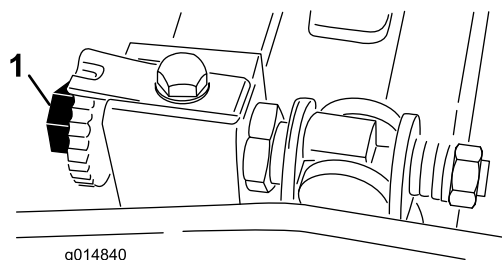

Рисунок 47
3. Поверните барабан таким образом, чтобы нож пересекал кромку неподвижного ножа между первой и второй головками винтов неподвижного ножа с правой стороны режущего блока (Рисунок 47).
прокладке при перемещении ее из стороны в сторону (Рисунок 47).